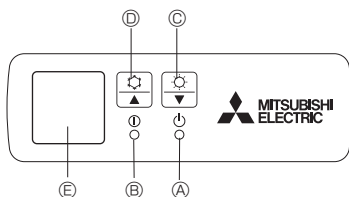

Fig. 5-1
[Fig. 5-1] ① „DEFROST” (JÉGMENTESÍTÉS)/„STAND BY” (KÉSZENLÉT) lámpa
- ② Működést jelző lámpa
- ③ Vészkapcsoló (fűtés)
- ④ Vészkapcsoló (hűtés)
- ⑤ Jelérzékelő